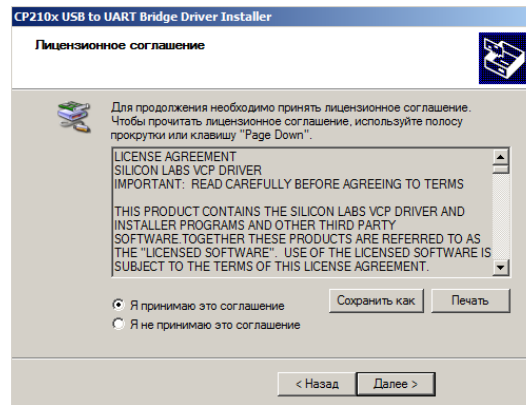

Рисунок 30 — Принятие Лицензионного соглашения
3) После принятия Лицензионного соглашения (см. рисунок 30) начнется установка драйвера USB на ПК. В процессе установки следуйте предписаниям программы-установщика.